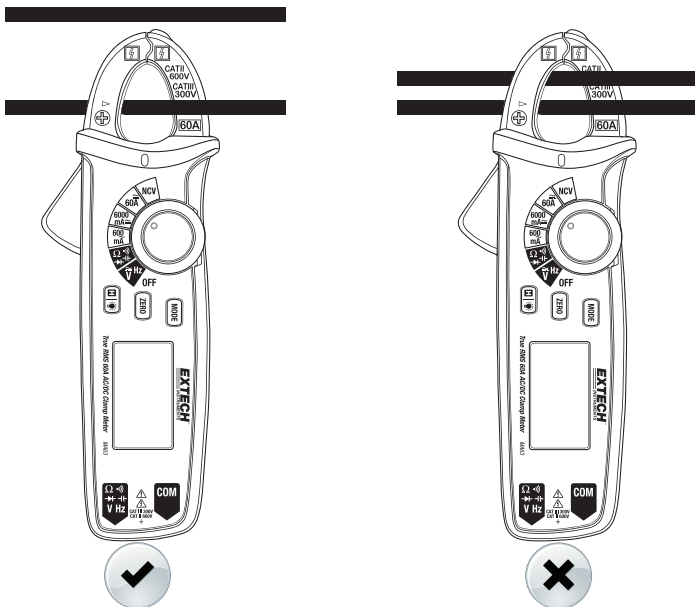

图 3 正确和错误钳位方法
只钳住一条导线。参加下面的图 3。左图正确, 右图错误。
4. 钳住一根导线（完全圈住）。不要在两个半钳口之间留有空隙。参见“操作”一节中的图 3。
7. 完全圈住一根导线。不要在两个半钳口之间留有空隙。参见本指南前文中的图 3。
2. 按下触发器以打开钳口，并完全圈住一根导线。参见上文“电流钳位方法”一节中的图 3。